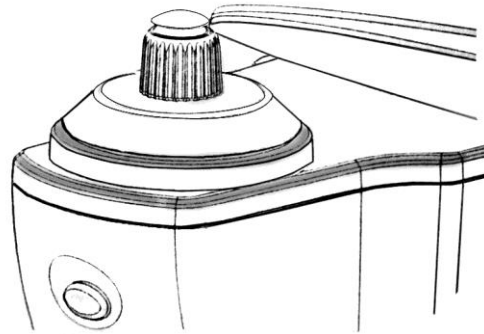

рис.37
5) Двигайте линзу пинцетом аккуратно, и отцентрируйте. (рис.37)